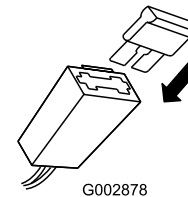

Figure 28
2. Placez le fusible dans le porte-fusible (Figure 28).